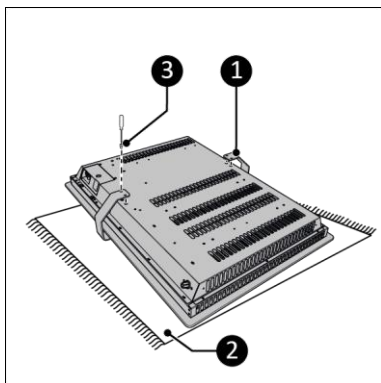

Figura 7
1. Așezați dispozitivul pe o suprafață moale și stabilă (Figura 7, poz. 2).
3. Glisați cu grijă suportul pentru prosoape (Figura 7, poz. 1) sub dispozitiv.
4. Instalați suportul pentru prosoape pe partea din spate a dispozitivului cu ajutorul unei șurubelnițe Phillips (Figura 7, poz. 3).